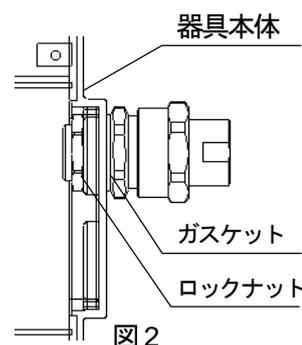

図 2
I. ケーブル引込器具からロックナットを取外し、ネジ部にガスケットが装着されていることを確認してから、ケーブル引込器具を灯具本体に取り付けてください。ケーブル引込器具の締付けは表 1 の本体締付トルクを参考にしてください。取付け後は、灯具内部からロックナットを締め付け、しっかりと固定してください。（図 2）